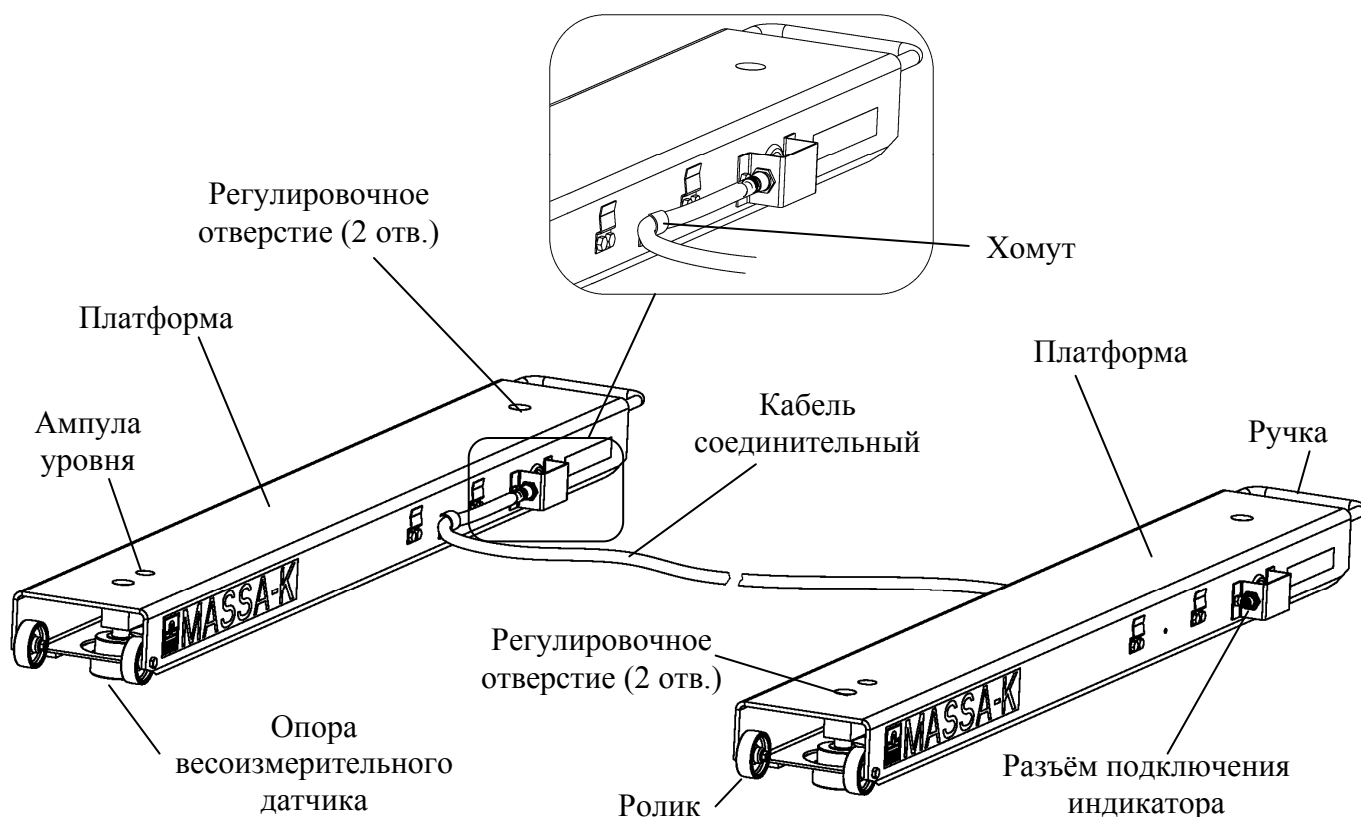

Рис. 5.1 - Платформа весовая весов стержневых
5.2 В каждой платформе установлены два цифровых весоизмерительных датчика с опорами (рис. 5.1).
6.2. Установить ролики, используя приложенный крепеж (см. рис. 5.1). Установить каждую из платформ опорами на твердой горизонтальной поверхности параллельно друг к другу. Для устойчивого положения платформ установить поперек них технологическую платформу (деревянную или металлическую раму). Вынуть заглушки из регулировочных отверстий. Используя шлицевую отвертку, установить винт каждой из опор вровень с верхней гранью весоизмерительного датчика. Поворачивая винты опор, выставить каждую из платформ по уровню таким образом, чтобы воздушный пузырек ампулы уровня находился в центре. Установить заглушки на место. Соединить платформы между собой кабелем соединительным. Концы кабеля закрепить хомутами (см. рис. 5.1).